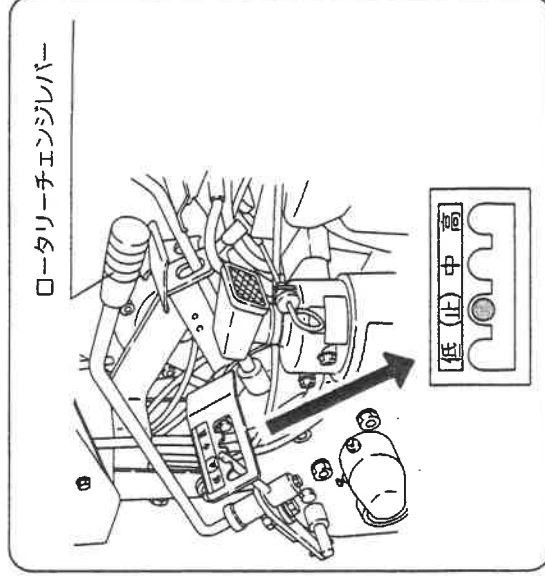

図2
- ② ロータリーチェンジレバーを「止」の位置にします。(図2)